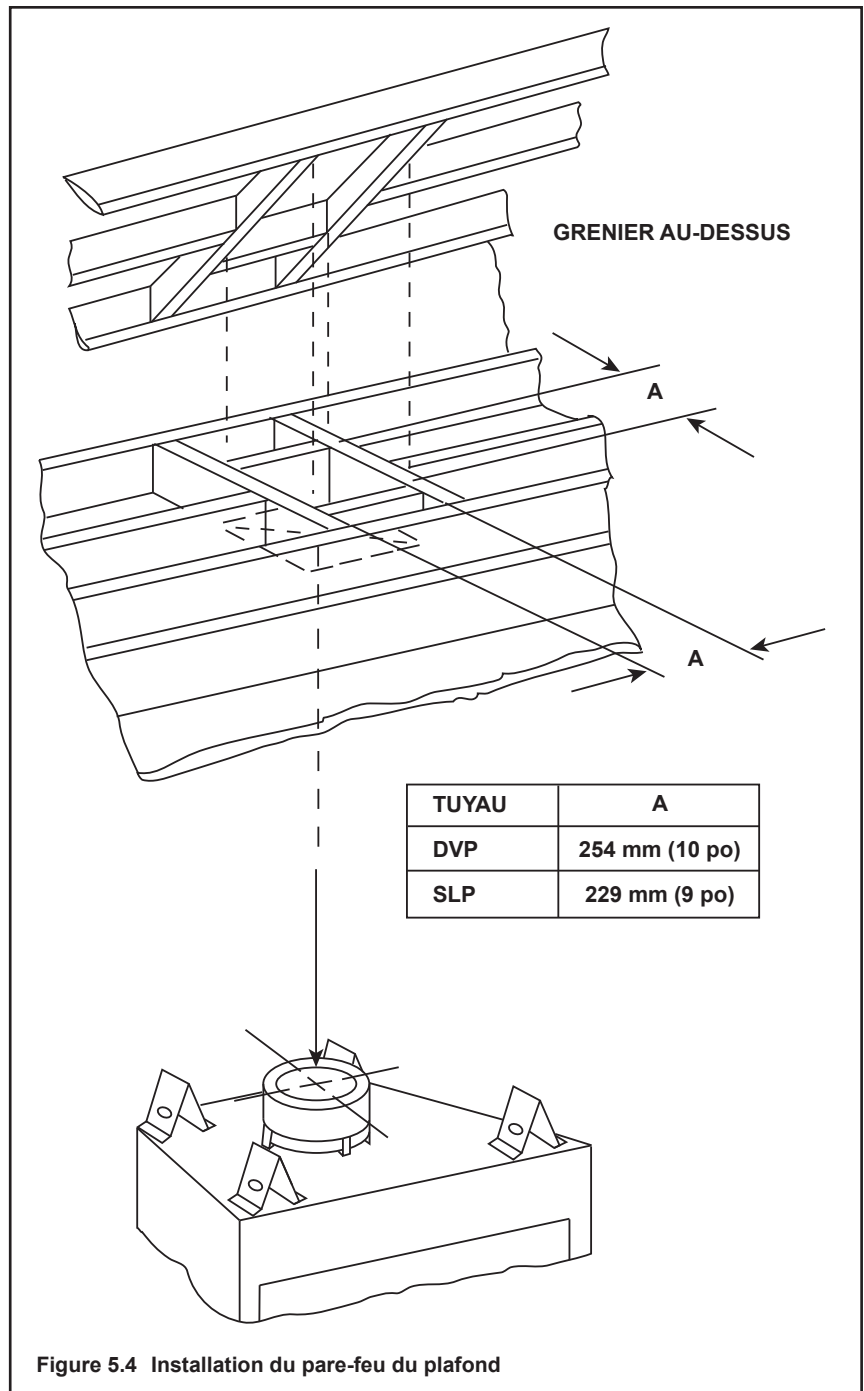

Figure 5.4 Installation du pare-feu du plafond
- **Conduit SLP seulement** – Ouverture du coffrage 229 x 229 mm (9 x 9 po) quand le conduit d'évacuation traverse un plancher/plafond (voir la figure 5.4).